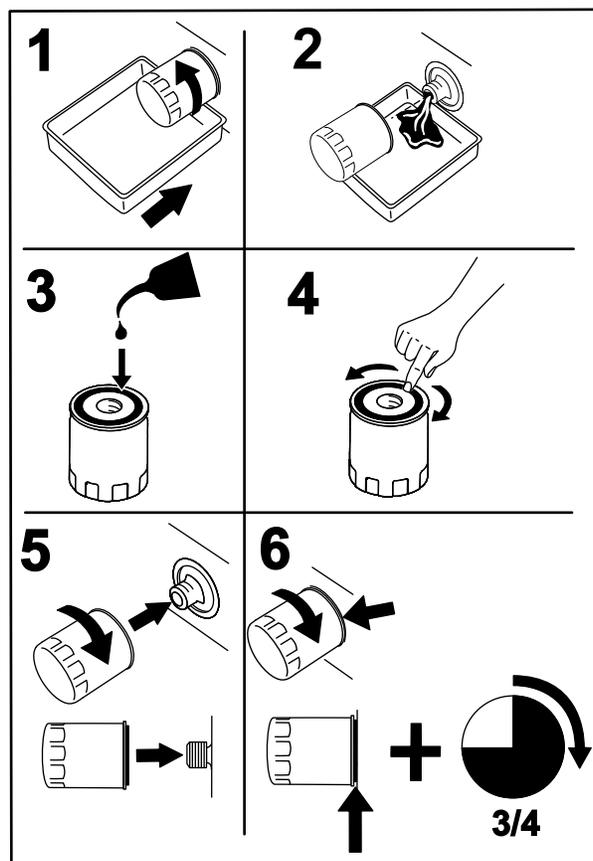

Figure 32
- Remplacez le filtre à huile moteur (Figure 32).